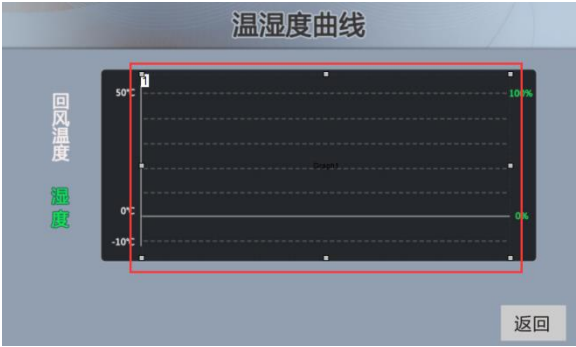

图 4-22 调整控件的位置
3、调整曲线控件的位置对应好背景图 UI，如图 4-22 所示。